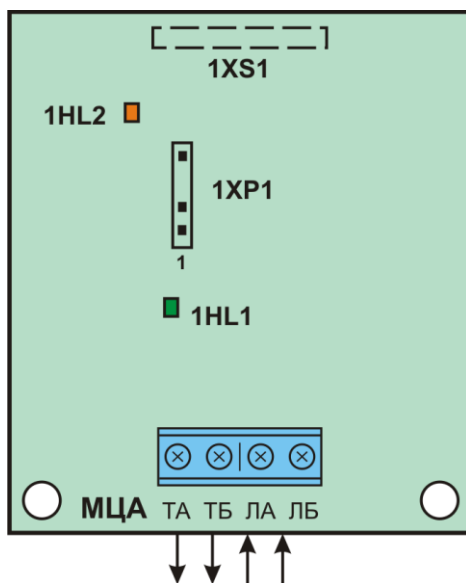

Рисунок 7.11 - Подключение входов и выходов МЦА
- Установить плату коммуникатора на плату БМК прибора, соединив разъем 1XS1 коммуникатора (рис. 7.11) с разъемом ЗХР4 прибора (приложение Г, рис. Г.1) и зафиксировав платы между собой держателями.